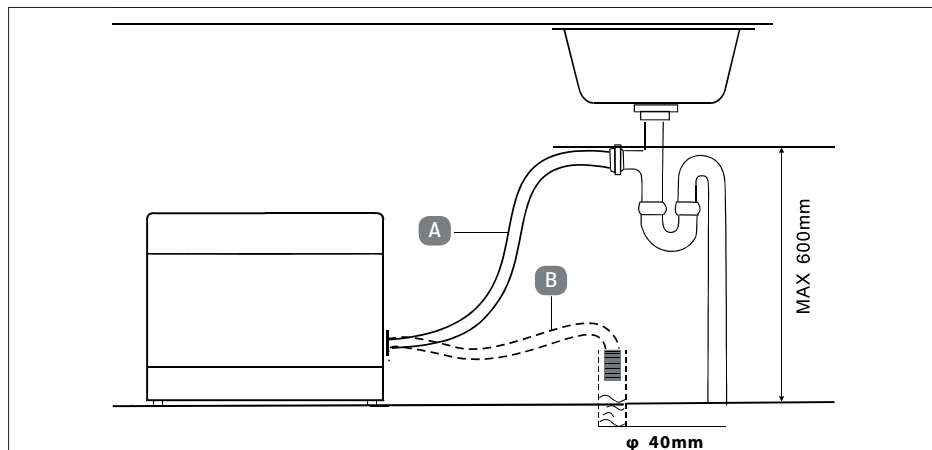

Abb. 6
- Verbinden Sie den Abflussschlauch mit dem Siphon (für Waschmaschinen) des Abflussrohres unterhalb des Spülbeckens. Achten Sie auf ein ausreichendes Gefälle des Abwasserschlauchs. Das Gerät sollte mindestens 4 cm über dem Abfluss positioniert werden (siehe **Abb. 6, A**).
- ▶ Sie können den Abflussschlauch auch in ein Abflussrohr einleiten. Hängen Sie den Schlauch so in das Abflussrohr ein, dass er sich nicht lösen kann und das Wasser ungehindert direkt nach unten abfließt (siehe **Abb. 6, B**).